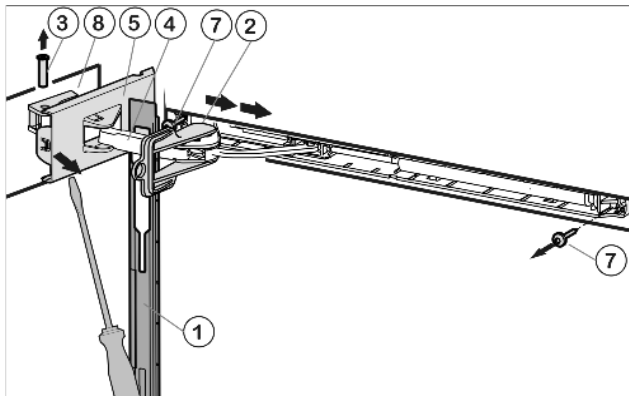

Fig. 5
- ▶ Pousser le panneau par-dessus l'étrier de l'amortisseur Fig. 5 (4) en direction de l'appareil.
- ▶ Encliqueter le dispositif d'arrêt Fig. 5 (2) dans le trou oblong.
- ▶ Dévisser le cache côté charnière Fig. 5 (5) avec un tournevis jusqu'au premier enclenchement.
- ▶ Chasser le boulon Fig. 5 (3) par le bas.
- ▶ Pousser l'étrier de l'amortisseur Fig. 5 (4) direction porte.
- ▶ Défaire complètement le cache côté charnière Fig. 5 (5) et l'ôter.
- ▶ Ôter le panneau Fig. 5 (1).
- ▶ Dévisser l'unité d'amortisseurs de fermeture (2 x vis Torx 15). Fig. 5 (7).